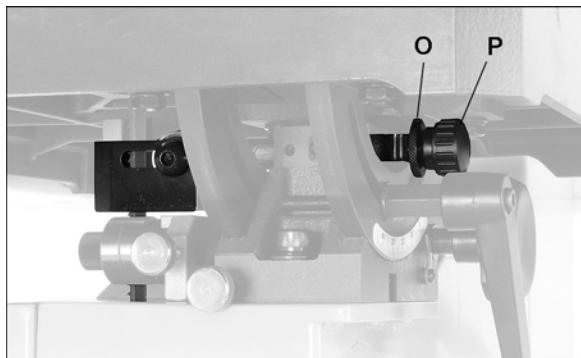

Рис. 28.
Краткое описание: ослабьте ручку фиксации (L), чтобы переместить опорный блок направляющих. Ослабьте ручку фиксации (M), чтобы отрегулировать один из направляющих подшипников с помощью ручки с рифлением (N). Ослабьте стопорное кольцо (O, Рис. 28) и поворачивайте ручку (P), чтобы отрегулировать упорный подшипник относительно пильного полотна.